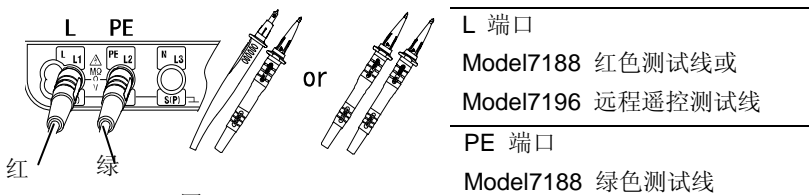

图 19
3. 将测试线分别插入KEW6016的L和PE端口。（如图19）